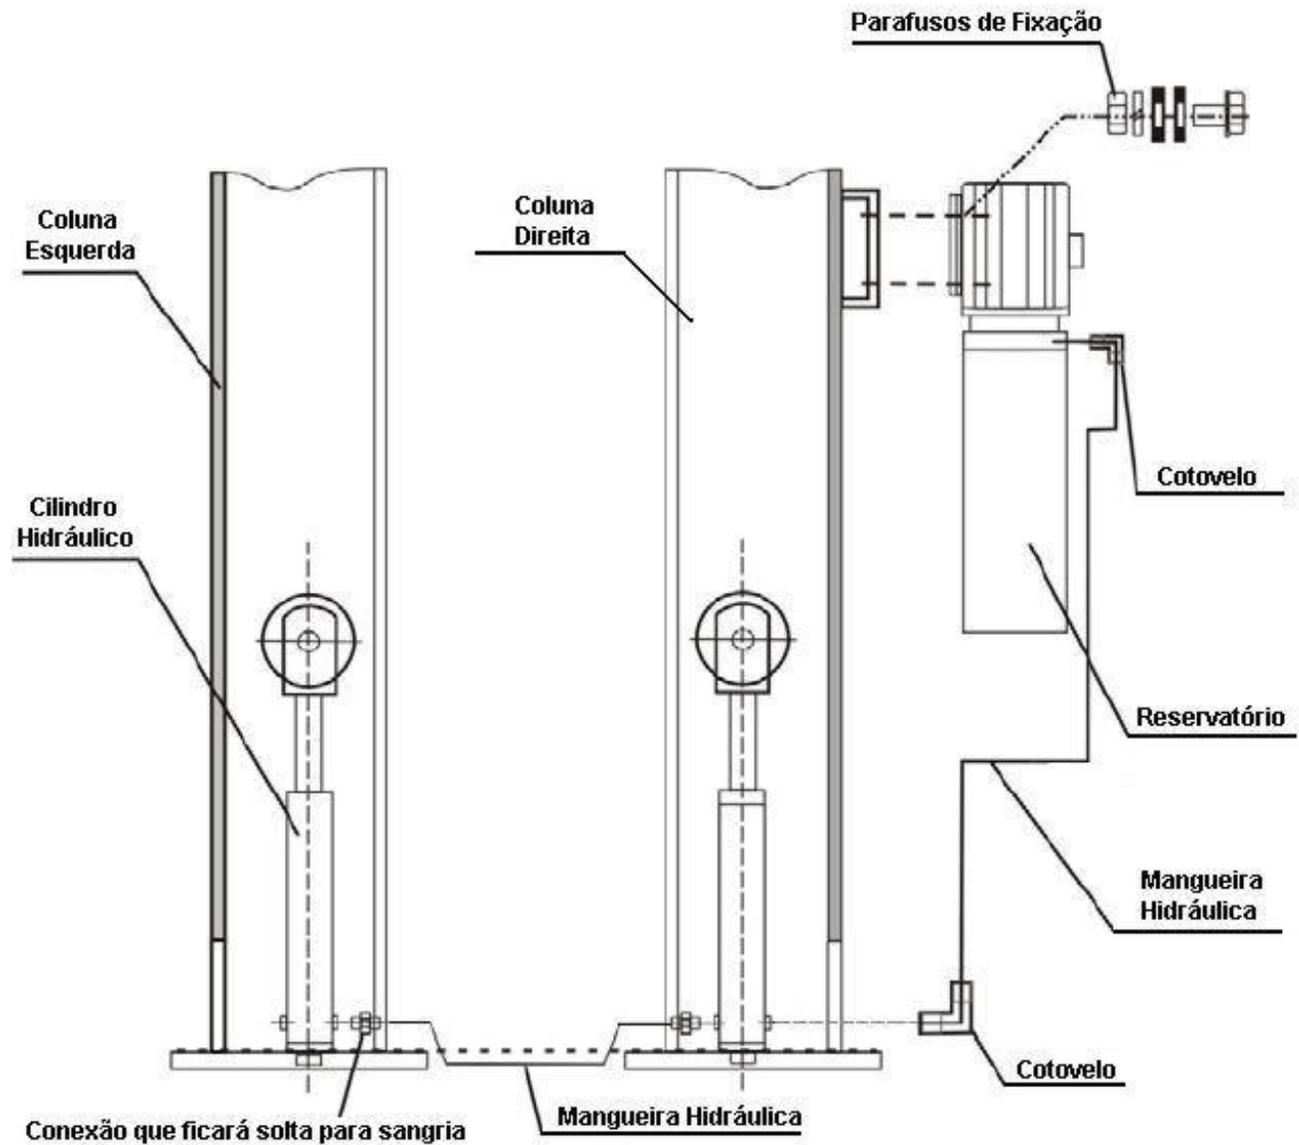

Figura 11
1. Monte a unidade hidráulica na coluna direita (vide Figura 11), apertando bem os parafusos de fixação.
2. Conecte a mangueira mais curta no cotovelo da unidade hidráulica (conforme mostra a Figura 11) e na entrada do cilindro direito.